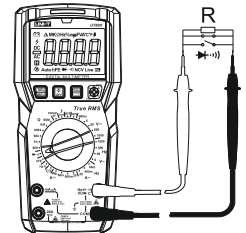

Рис. 6
9.4 Прозвонка и проверка диодов (Рис. 6)